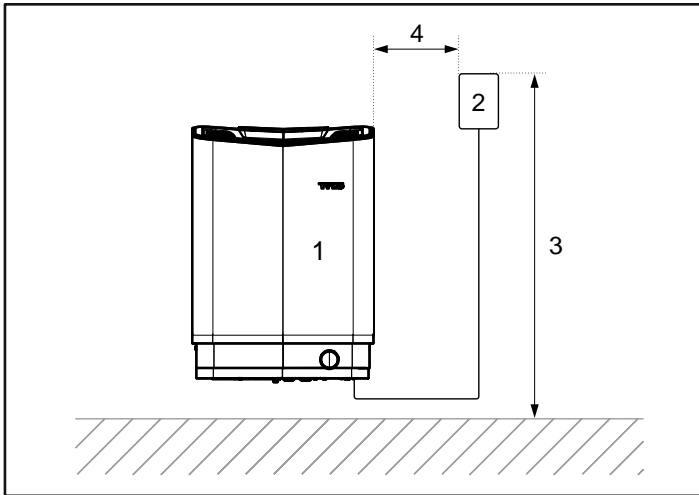

Rys. 5: Umiejscowienie pieca do sauny – montaż we wnęce
- Zaplanować umieszczenie czujnika (patrz rys. 3, strona 32 oraz rys. 5, strona 32).
- Na tej samej ścianie, co drzwi (wyłącznie w wyjątkowych przypadkach na ścianie bocznej, lecz w bardzo niewielkiej odległości od drzwi). Piec można również umieścić we wnęce (patrz rys. 5).
1. Piec należy umieścić w bezpiecznej odległości od podłogi, ścian bocznych i elementów wyposażenia (patrz rys. 5).
2. Czujnik należy umieścić jak na rysunku (patrz rys. 5).